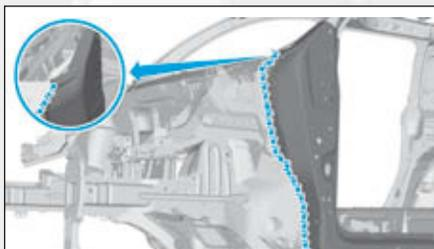

FIG.74
- un mastic d'étanchéité indice "A4" Fig.74,